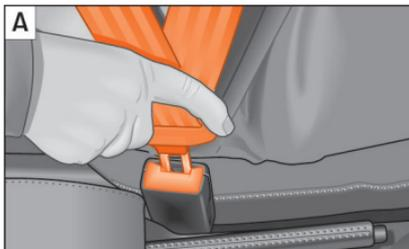

Abb. 79 Schlosszunge des Sicherheitsgurts in das Gurtschloss einstecken und vom Gurtschloss lösen.
- Stecken Sie die Schlosszunge in das zum Sitz gehörende Gurtschloss, bis sie hörbar einrastet »» **Abb. 79 A**.
- Drücken Sie die rote Taste am Gurtschloss »» **Abb. 79 B**. Die Schlosszunge wird herausgedrückt »» **△**.